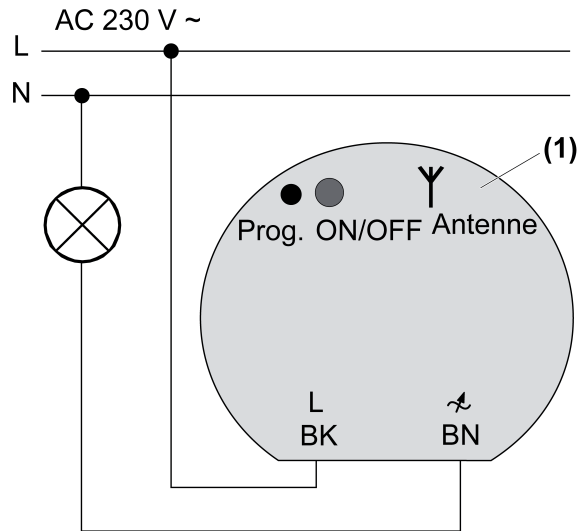

Figura 3
- Collegare il variatore di luce (1) come da schema di collegamento (figura 3) ai morsetti per lampade (vedere Utilizzo dei morsetti per lampade).